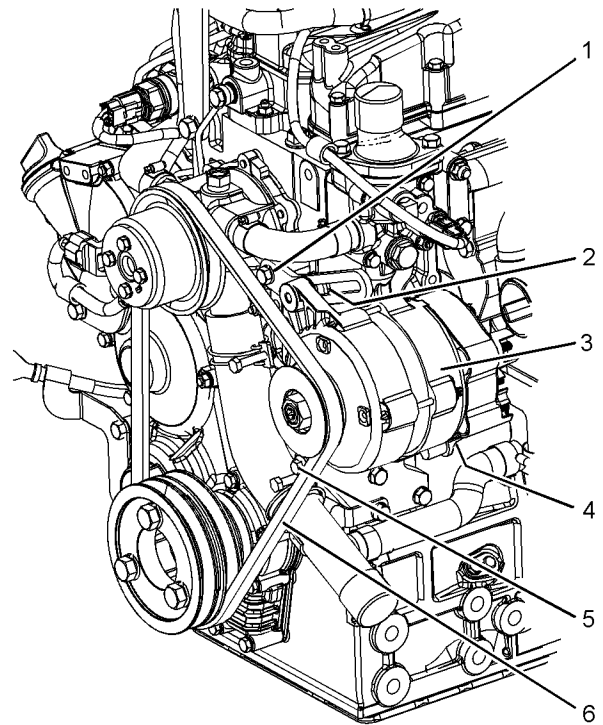

図 41
- オルタネータベルト(6) をオルタネータ(3) , ウォータポンププーリ, およびクランクシャフトプーリに配置します。オルタネータベルトがオルタネータプーリ, ウォータポンププーリ, およびクランクシャフトプーリに正しく配置されていることを確認してください。図41 を参照してください。
- オルタネータ(3) をスライドさせてエンジンから遠ざけ、ベルト(6) を適切な張力で締め付けます。